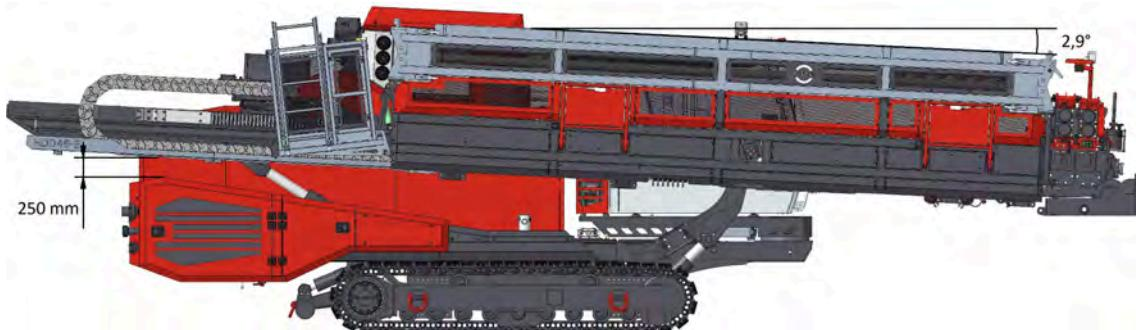
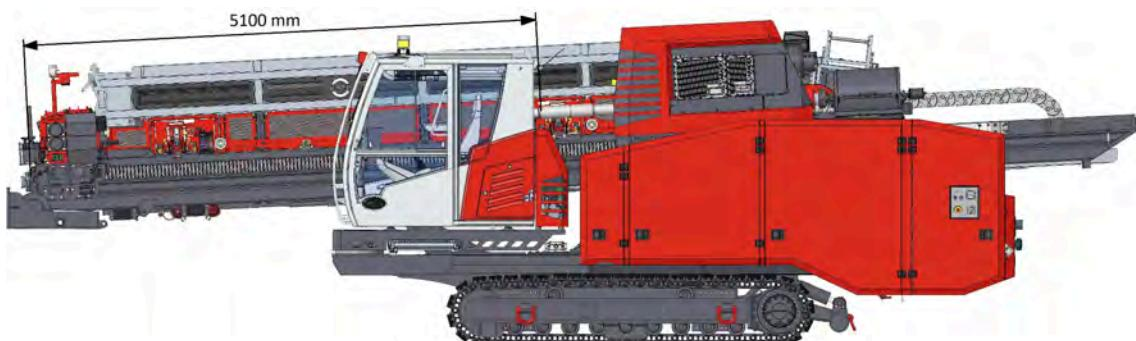

Abb. 7-8: Fahrposition
Abb. 7-9: Fahrposition
3. Verfahren Sie den Vorschubschlitten auf die Position 5,1 m (siehe *Abb. 7-9 Fahrposition Seite 99*). Die Position ist ablesbar auf der Betriebsseite am Panel (siehe *Kapitel Betrieb Seite 63*).
11. Bewegen Sie den Mast in Fahrposition (siehe Abb. 7-8 Fahrposition Seite 99):
6. Bewegen Sie den Mast in Fahrposition (siehe *Kapitel Fahrposition Seite 99*, Abb. 7-8 *Fahrposition Seite 99* und Abb. 7-9 *Fahrposition Seite 99*).